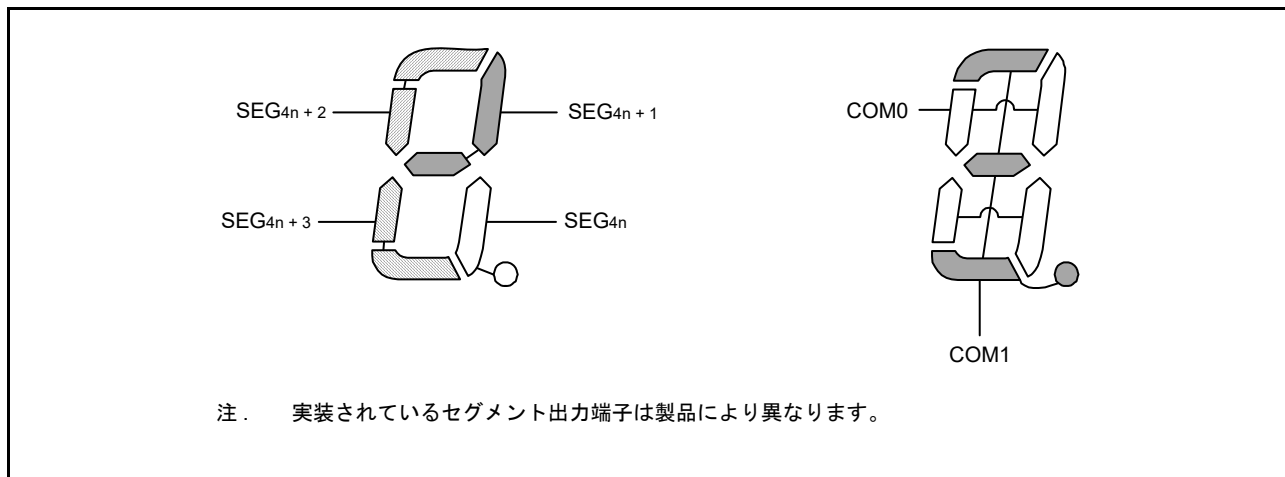

図 48.21 2 時分割 LCD 表示パターンと電極接続
ここでは、4 桁目に表示される数字の「3」(3) を例にとって説明します。LCD パネルに「3」を表示するには、コモン信号 COM0 および COM1 の選択タイミングで、選択電圧または非選択電圧を SEG12 ~ SEG15 端子に印加する必要があります。セグメント信号と LCD セグメントの関係については、図 48.21 を参照してください。